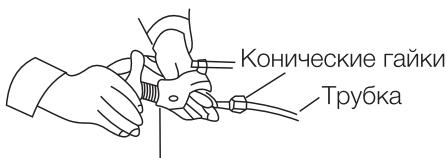

Рис. 3
- С помощью инструмента сделайте развальцовку в конце медной трубы (Рис. 3).